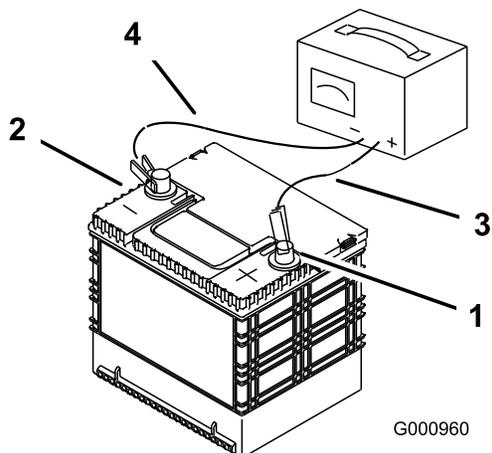

Рисунок 69
3. После полной зарядки аккумулятора отсоедините зарядное устройство от электророзетки, а затем отсоедините провода зарядного устройства от штырей аккумулятора (Рисунок 69).